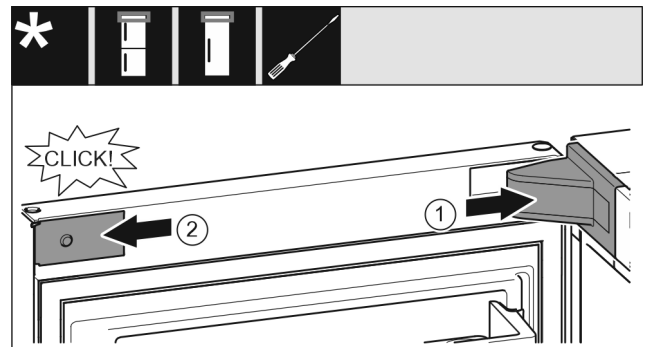

Fig. 22
- ▶ Helyezze fel és pattintsa be a csapágybak fedelét, szükség esetén óvatosan nyomja szét. Fig. 22 (1)
- ▶ Helyezze fel oldalra a lemezt, és pattintsa be. Fig. 22 (2)